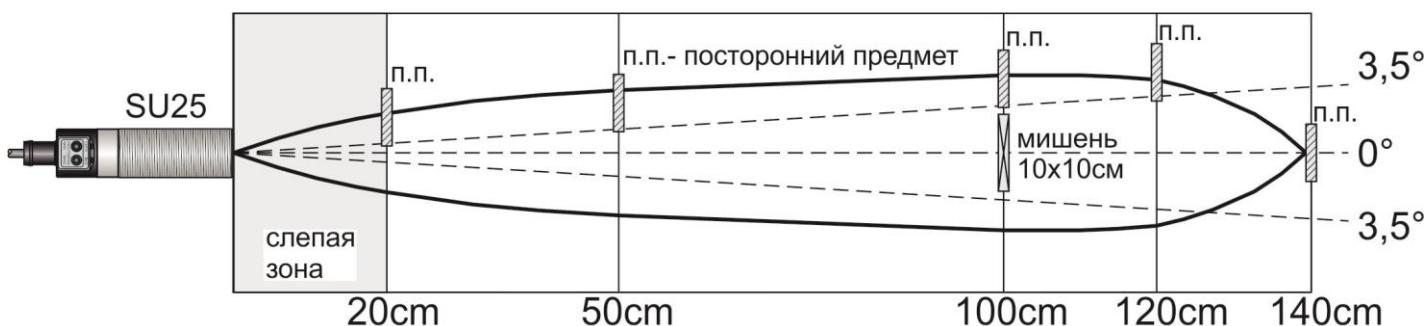

Рис.2
7.10 Полный угол пучка ультразвуковых колебаний датчика составляет 7° . Объект воздействия должен располагаться параллельно чувствительной поверхности датчика. При угле наклона объекта воздействия более $\pm 3,5^{\circ}$, максимальная граница зоны чувствительности уменьшается. На рис.2 представлена область взаимодействия ультразвуковых колебаний датчика на объект воздействия. Во избежание ложных срабатываний, в этой области, а также перед объектом воздействия не должны находиться посторонние предметы. Допускается наличие посторонних предметов за объектом воздействия.